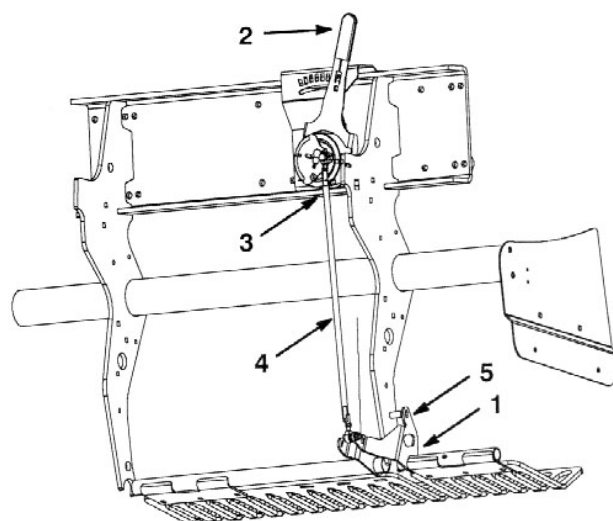

図54
1. 左ターフ・ガード取り付けブラケット (図54) を上に回転させて、固定ピン (5/16") のドリルビットかキャップスクリューを使う) を、ブラケットと深さ設定チューブの間に挿入する。
3. アウトボード・ボール・スイッチをワイヤ・ハーネスから外す (図54)。
4. 深さ調整タイロッドのジャムナット (左右) をゆるめる (図54)。